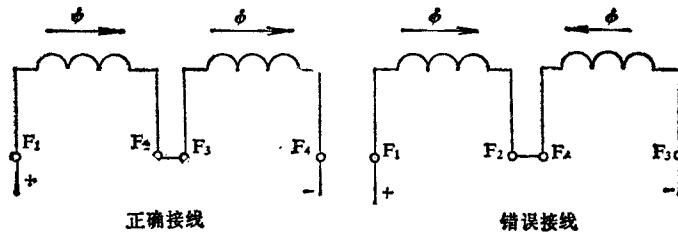
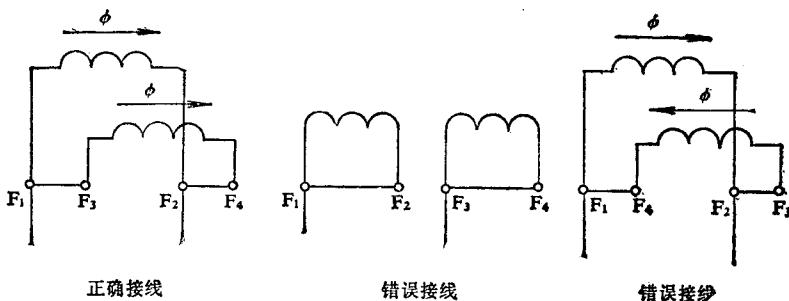

图2-1 直流电动机励磁绕组串联
图2-2 直流电动机励磁绕组并联
(1) 直流电动机常因励磁绕组外部接线错误，使磁场被抵消。造成开车时电枢电流过大，使过流保护动作，造成电动机不能起动。发现这种情况，应迅速切断电枢回路电源，检查励磁电源及控制回路是否正常，励磁绕组联接的极性是否正确。试车中常发现励磁绕组有以下几种错误接线，如图2-1、图2-2所示。图2-1是直流电动机接线盒励磁绕组的接线，其中F₁—F₂或F₃—F₄中有一种出线极性相反对，则励磁绕组串联后，磁场被抵消。图2-2为直流电动机励磁绕组并联情况。第一种错误接线造成励磁绕组开路，另一种错误接线造成两励磁绕组磁通方向相反。以上错误接线都会使电动机不能起动，而发电机不能建立电压。